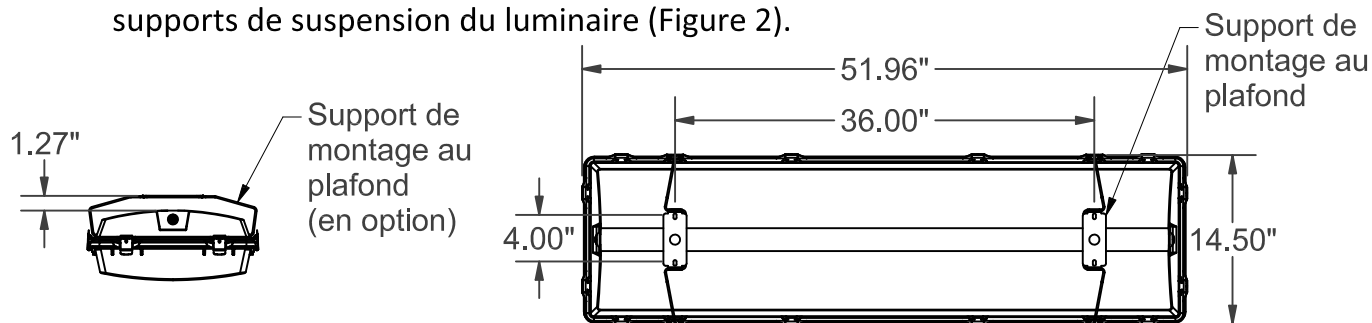

FIGURE 2
2. Installer le luminaire en rattachant le support de montage au plafond aux supports de suspension du luminaire (Figure 2).